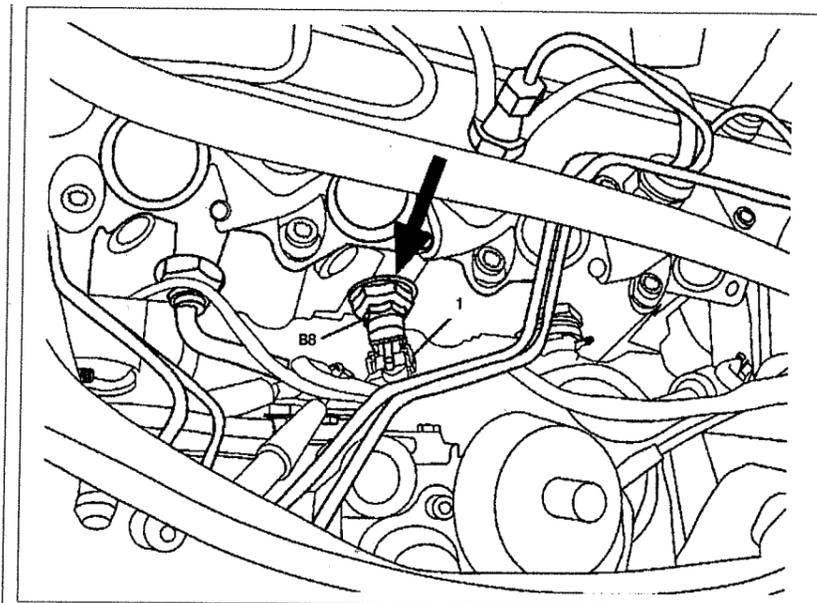

Рис. 4.74. Датчик температуры предварительного накала:
4. Отсоедините пробку **1** (см. рис.4.74).